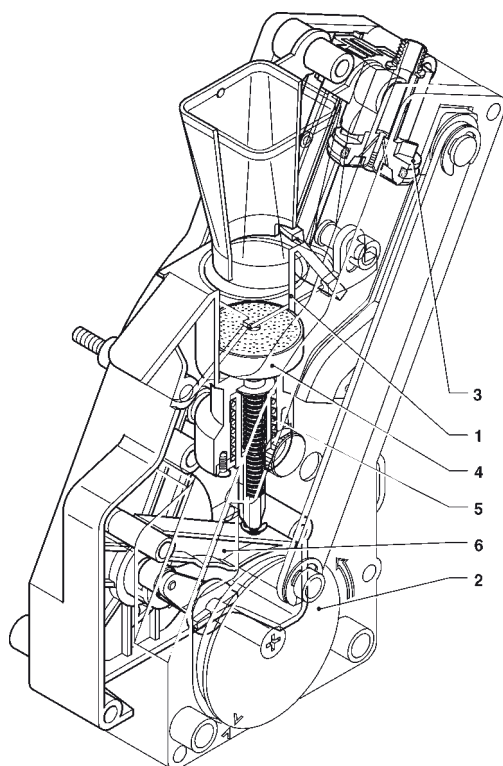

Fig. 19
Richiedendo una selezione caffè, durante il funzionamento del macinino il gruppo ruota di 180° in modo da portare la camera di infusione in posizione verticale (vedi fig. 19). Il macinino funziona fino a riempire la camera del dosatore caffè.
Il caffè cade nella camera di infusione (1) disposta verticalmente (vedi fig. 19).